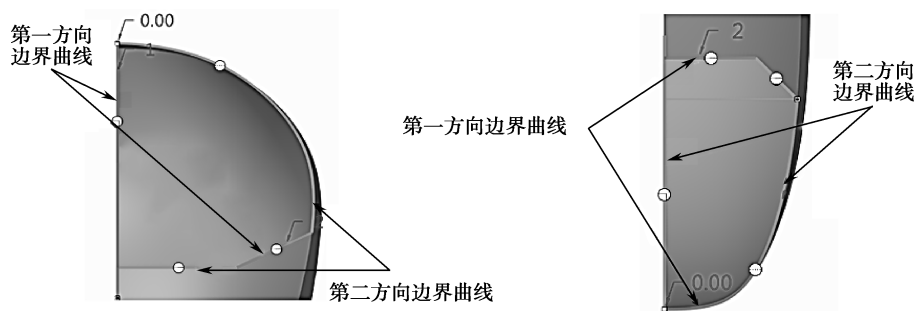

图 7-150 “边界混合 5”及“边界混合 6”
(6) 单击【模型】→【曲面】模块的  按钮, 激活边界混合特征工具。在绘图区上方出现【边界混合】操控面板, 单击  选取模型底部第一方向边界曲线; 单击  选择第二方向边界曲线, 初步生成顶部曲面“边界混合 5”(见图 7-150)。然后设置“草绘 7”所在边为【垂直】约束, 分别设置与“边界混合 4”相接的边为【相切】约束。同理, 建立底部曲面“边界混合 6”, 如图 7-150 所示。